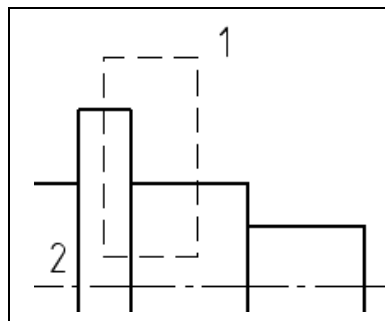

Рис. 8.7. Выделение секущей рамкой
- ◆ выделите рамкой участок от точки **1** к точке **2** (рис. 8.7). Контур детали и две окружности выделены;